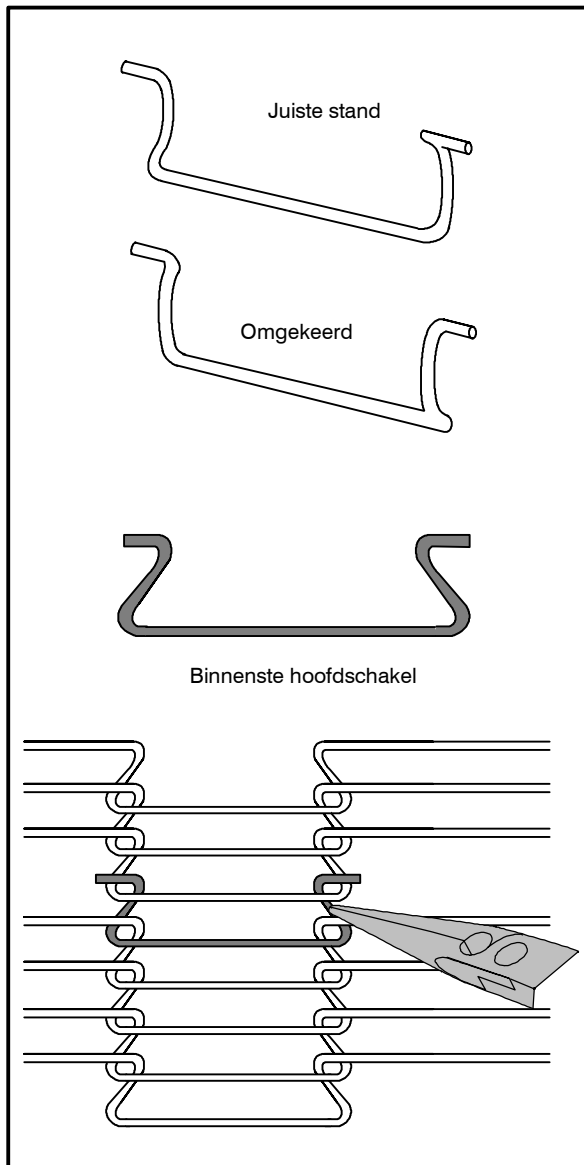

Afbeelding 11
1. Haal de transporteur door vanaf de rechterkant van de oven. De transporteur heeft lussen op beide uiteinden. De lussen moeten in achterwaartse richting bewegen op het transporteurrek om beschadiging van de band te voorkomen. Zie Afbeelding 11 voor de juiste plaatsing van de band.